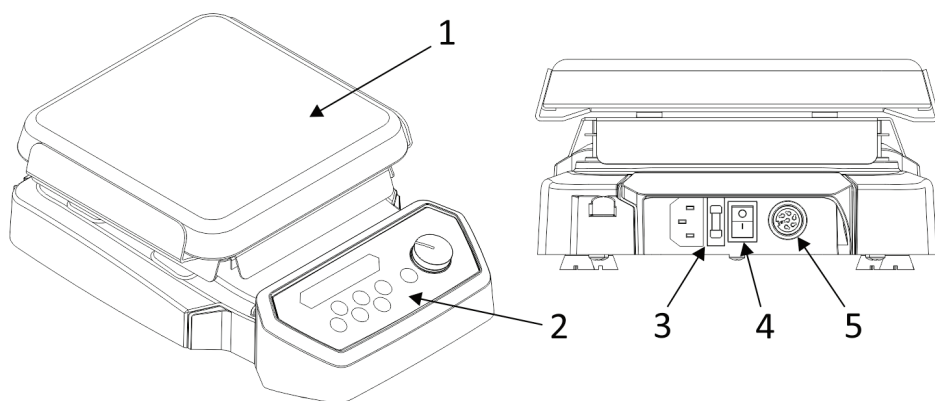
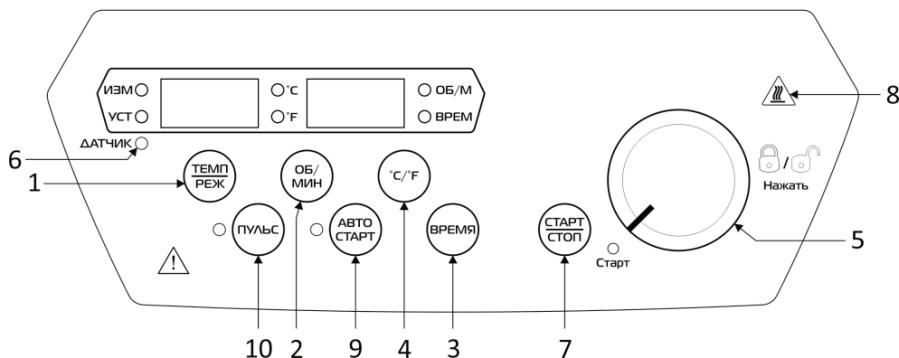

Рисунок 1
Рисунок 2
- 6.3. Мешалка выполнена в виде моноблока (Рисунок 1), в верхней части которого закреплена нагревательная платформа (1) с расположенным под ней вращающимся диском с магнитами для создания вращающегося магнитного поля. Панель управления (2) (Рисунок 2) расположена в передней части корпуса. На задней стенке корпуса имеется разъём для подключения сетевого кабеля с держателем предохранителя (3), сетевой выключатель (4) и разъём для подключения внешнего температурного датчика (5). На дне корпуса расположены четыре резиновых ножки. Нагревательная платформа изготовлена из нанокерамики, устойчивой к долговременному воздействию кислот и щелочей. Керамика обладает высокой теплопроводностью, благодаря чему достигается большая равномерность нагрева. Корпус мешалки выполнен из прочного пластика, устойчивого к воздействию агрессивных сред, влаги и образованию царапин.
6.4.2. Кнопки (Рисунок 2). Функции кнопок управления и индикаторов приведены в Таблице 1.
- 7.2.6. Подключить температурный датчик к разъёму в задней части мешалки (поз. 5, Рисунок 1).
задней части мешалки (поз. 3, Рисунок 1), там же находится держатель предохранителя. В мешалке используется предохранитель 5x20, 5A/250В.
8.1. Подключить сетевой кабель к разъёму в задней части мешалки (поз. 3, Рисунок 1) и вставить штепсельную вилку в розетку сетевого питания. На двух окнах дисплея на панели управления мешалки отобразятся надписи «**OFF**».
8.4. Включить выключатель питания (поз. 4, Рисунок 1). Мешалка перейдёт в режим установки порога защиты от перегрева.